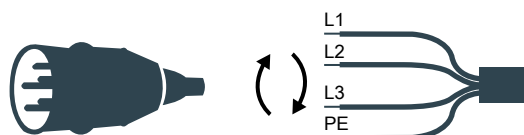

Figura 19 Collegamento elettrico.
- 12.** Premere il pulsante del dispositivo di controllo per sollevare la piattaforma. Rilasciare il pulsante quando la piattaforma ha raggiunto l'altezza desiderata o dopo circa 10 secondi se la piattaforma non si solleva. Se la piattaforma non si solleva, è possibile che la pompa idraulica stia girando nella direzione errata; in tal caso modificare le fasi elettriche di collegamento (vedere la figura 19) e riprovare a sollevare la piattaforma.